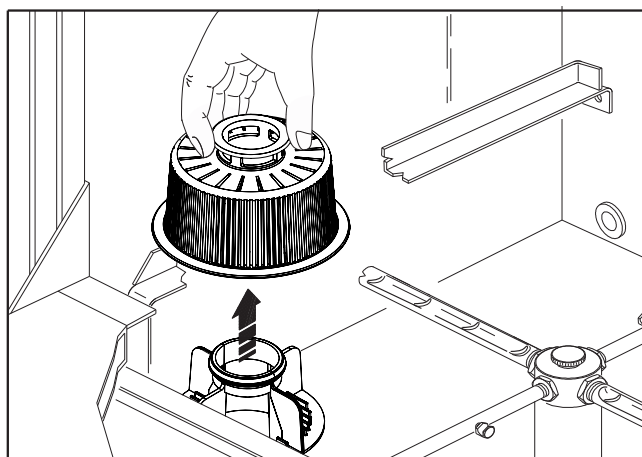

Fig. 17
5. enlever et nettoyer le filtre pompe de lavage (fig. 17) et, le cas échéant, les filtres cuve éventuels